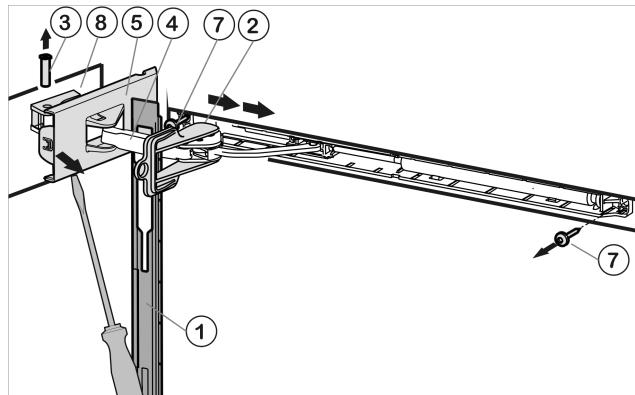

Fig. 6
- Desplace hacia delante el panel a través del estribo del amortiguador Fig. 6 (4) en dirección del aparato.
- Encage el seguro Fig. 6 (2) en el agujero oblongo.
- Suelte la cubierta Fig. 6 (5) en el lado de la bisagra hasta el primer enganche con la ayuda de un destornillador.
- Extraiga el perno Fig. 6 (3) presionando desde abajo.
- Presione el estribo del amortiguador Fig. 6 (4) en dirección de la puerta.
- Suelte por completo la cubierta Fig. 6 (5) en el lado de la bisagra y retírela.
- Retire el panel Fig. 6 (1).
- Desatornille la unidad de amortiguador de cierre (2 Torx® 15) Fig. 6 (7).
- Desatornille la pieza de cojinete Fig. 6 (8) y cámbiela al lado opuesto girándola 180°. Dado el caso, grabe los agujeros de tornillo o utilice un destornillador de batería.